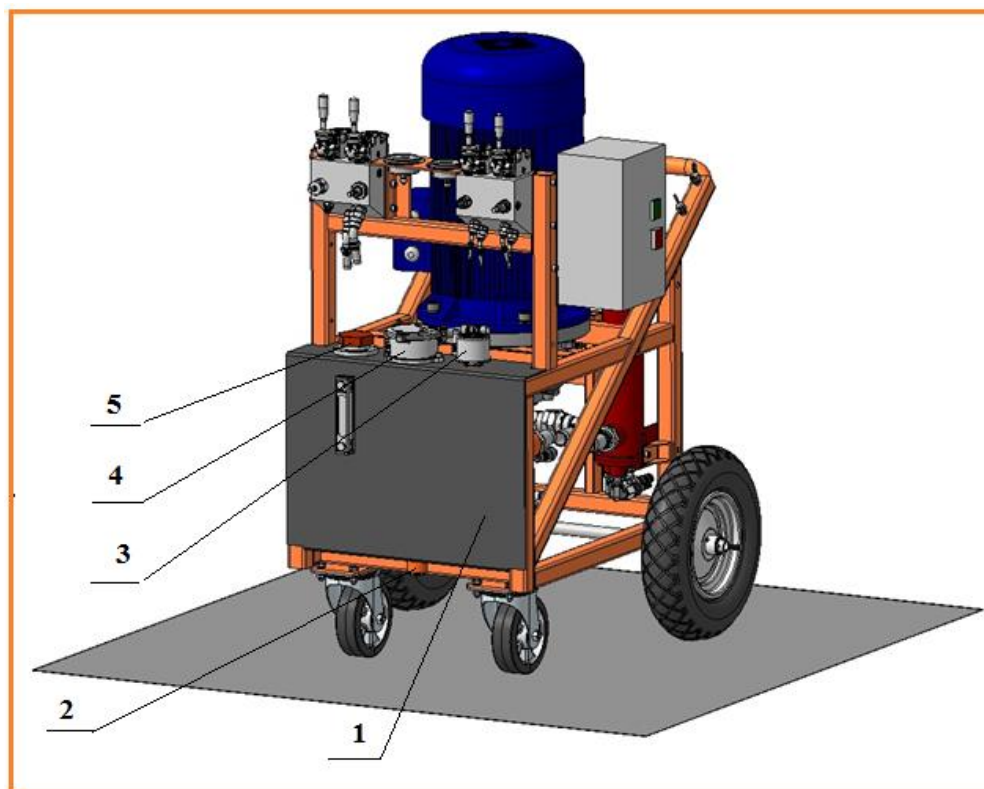

Рис. 15. Замена масла
6. Отвинтите 3 болта крепления крышки корпуса фильтра и осторожно снимите ее (рис.15, п.4).
9. Отвинтите пробку сливной горловины (рис.15, п.2).
10. Отвинтите крышку заливной горловины (рис.15, п.5).